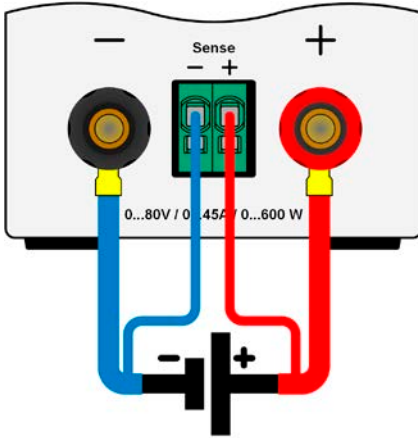

Bild 6 - Prinzip der Fernfühlungsverdrahtung
- Die Fernführung ist nur im Konstantspannungsbetrieb (CV) wirksam und der Fernführungsanschluß sollte möglichst nur solange angeschlossen bleiben, wie CV benutzt wird, weil die Schwingneigung des Systems durch Verbinden der Fernführung generell erhöht wird.
- (+) Sense darf nur am (+) der Quelle und (-) Sense nur am (-) der Quelle angeschlossen werden. Ansonsten könnte die elektronische Last beschädigt werden. Siehe auch Bild 6.